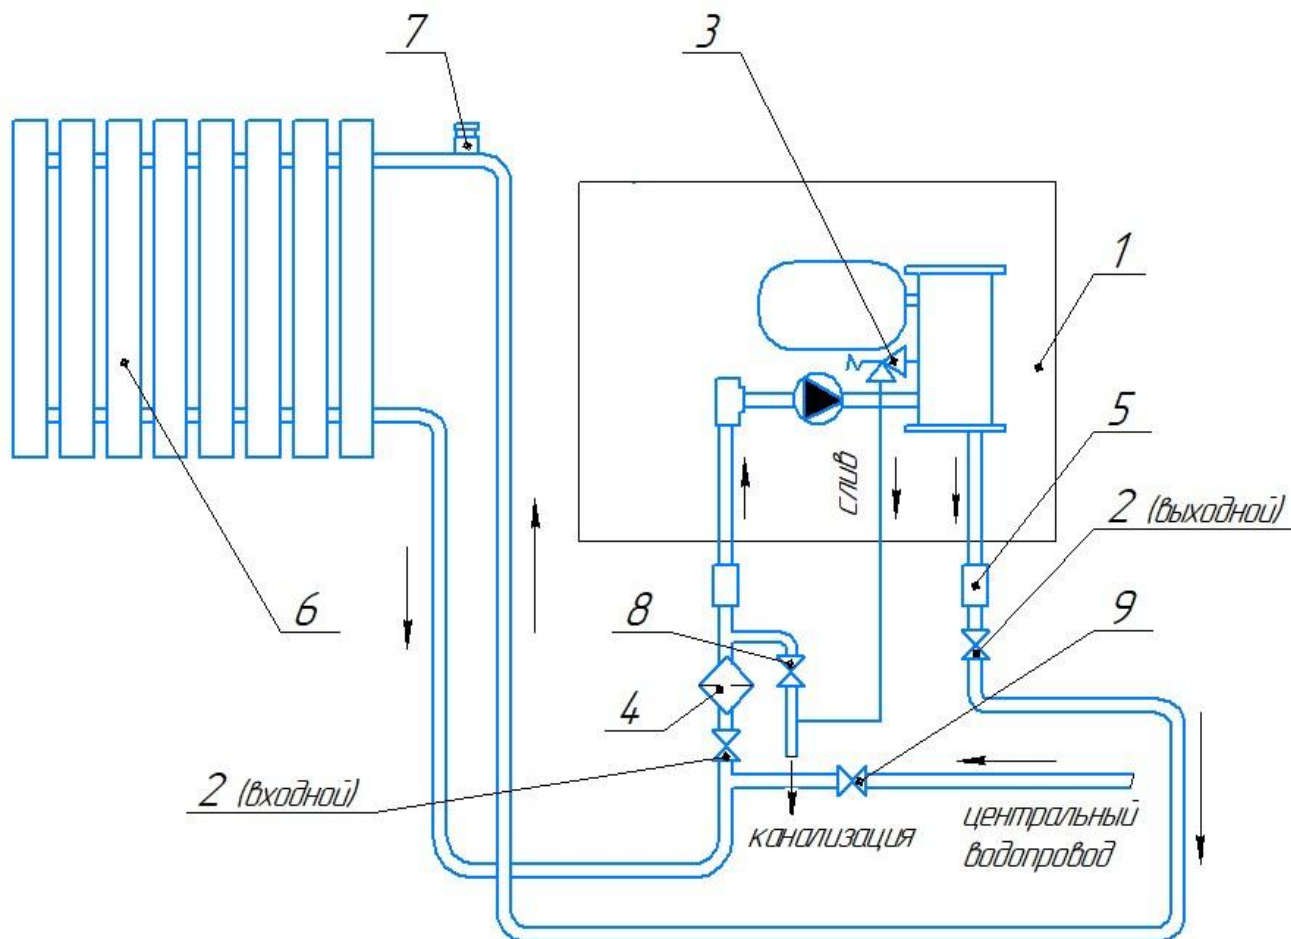

Рис.5 Упрощенная схема использования ЭВН-К в системе отопления
6.5.3 Подключить ЭВН-К к системе отопления (рис. 5). Систему отопления предварительно нужно промыть, затем заполнить чистой, без твердых включений и минеральных масел, химически нейтральной питьевой водой с РН 6,5-8,5 или жидкостью для отопительных систем (макс. Содержание гликоля 30%) и опрессовать. Выпустить воздух из системы и устранить протечки.
8.1 Монтаж отопительной системы производится согласно **СНиП РК 4.02-42-2006**. В качестве нагревательного прибора 6 (рис.5) рекомендуется использовать радиаторы. Подсоединение ЭВН-К к системе отопления осуществляется соединительными муфтами 5 с соответствующими уплотнителями 8.2. Система отопления (рис.5) закрытого типа. В ЭВН-К уже вмонтирован расширительный бак с резиновой мембраной и циркуляционный насос. Для такой системы необходимо учесть:
10.7.2 Проверить начальное давление газового пространства бака. Для этого перекройте краны 2 на входном и выходном патрубке (Рис.5). Откройте кран слива 8 (Рис.5) в канализацию. После опорожнения бака закройте кран слива и подключите манометр к ниппелю газовой полости бака. Отрегулируйте давление в воздушной полости расширительного бака с помощью автомобильного компрессора. Необходимо установить начальное давление газового пространства. Для данной мощности котла такое давление составляет 0,1 МПа.